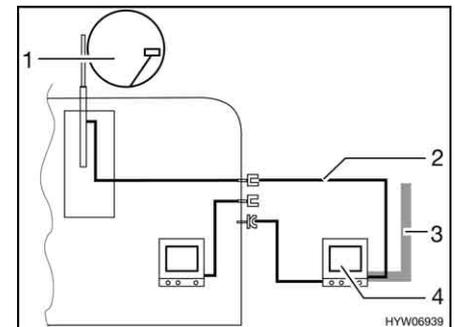

Fig. 118 TV nella tenda veranda
- TV nella tenda veranda (Fig. 118,4): Collegamento all'antenna del tetto (Fig. 118,1) con cavo di collegamento (Fig. 118,2)
- TV nella tenda veranda (Fig. 118,4): Collegamento a antenna esterna (Fig. 118,3)